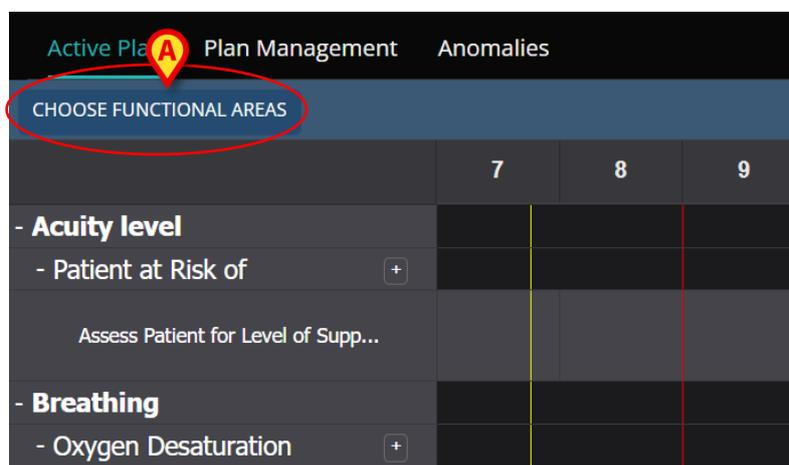

Fig 93
- Haga clic en el botón Choose Functional Areas (Seleccionar áreas funcionales) (Fig 93 A).